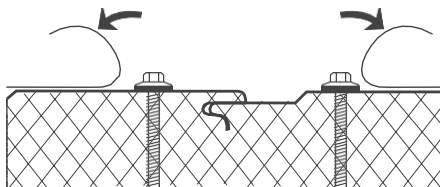

Рис. 17
- удалить полиэтиленовую защитную пленку с замкового соединения панелей Рис.17;